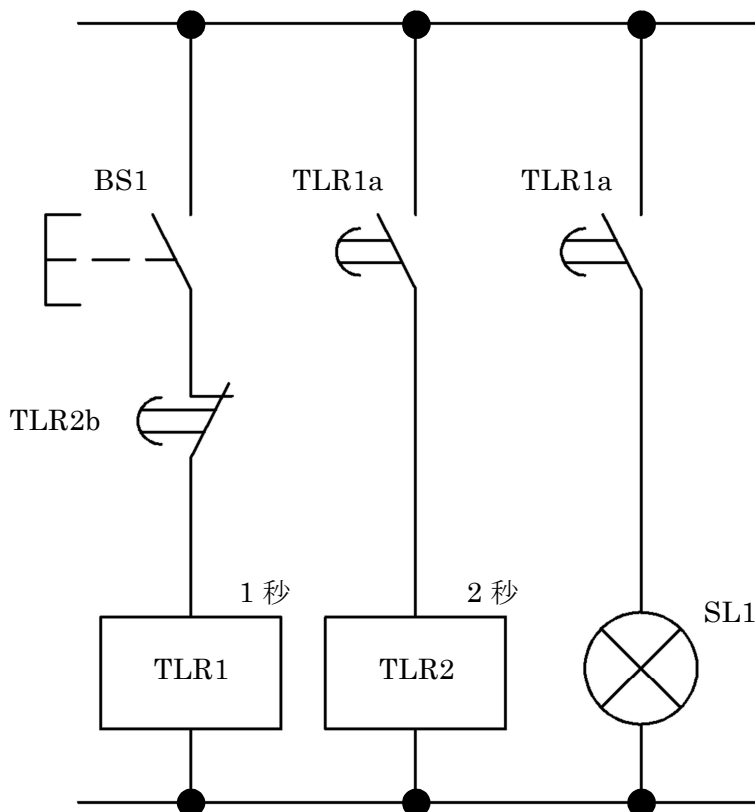

図 5-1
設問 3 図 5-1 のシーケンス図について、(①) ~ (⑧) にあてはまる最も適切なものを解答群からそれぞれ一つずつ選び、記号ア~ソで答えなさい。
図 5-1 はスイッチ BS1 を押し続けると、タイマ TLR1 が (①) され、1 秒後に接点 (②) が閉じ、ランプ SL1 が (③) する。同時にタイマ (④) が励磁され、2 秒後に接点 (⑤) が開くため、もとの状態に戻り、ランプ SL1 が (⑥) する。このように、電気機器などを周期的に動作させる回路を (⑦) 回路、または (⑧) 回路という。